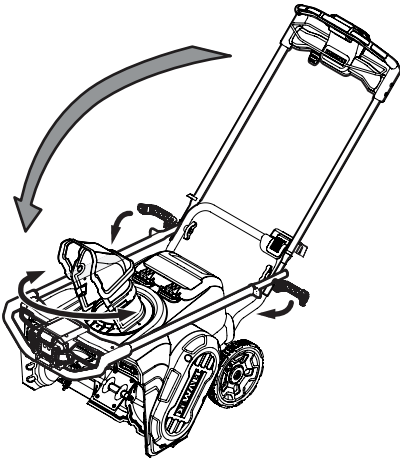

Figura 17
3. Gire la manija superior hacia abajo hasta que queda plegada. Asegúrese de no apretar los cables en el proceso (Figura 17).